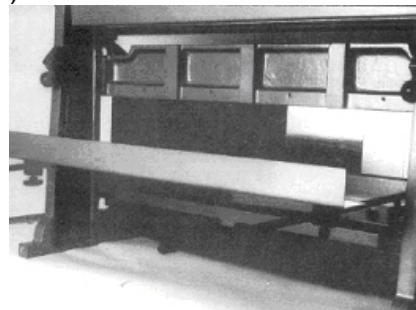
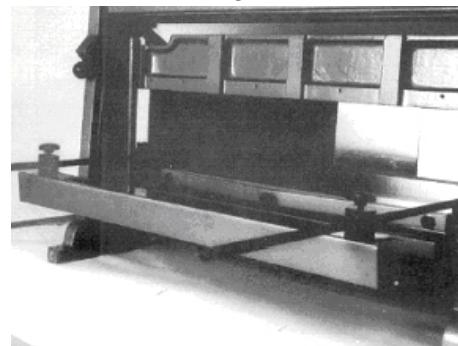

Рис. 2
Рис. 3
11. Блок задней шкалы устанавливается либо в положении для резки (железный уголок смотрит вверх – Рис. 2) или в положение длягибы (железный уголок смотрит вниз – Рис. 3).